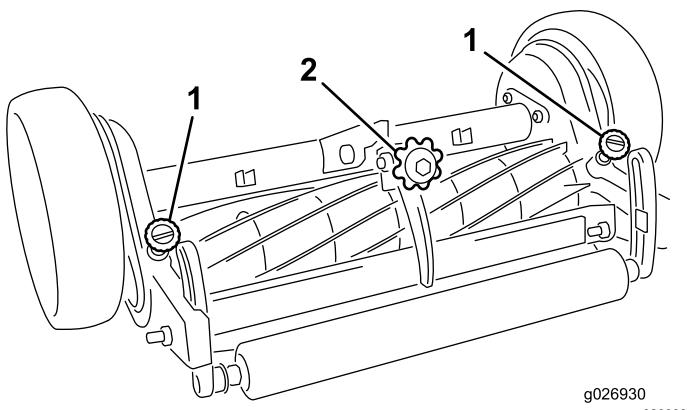

Figura 4
2. Disinserite le manopole di disinnesco del cilindro (Figura 4) Imprimate un leggero movimento di rotazione all'indietro al cilindro per accertarvi che si muova liberamente.
3. Mentre fate girare il cilindro all'indietro, ruotate la manopola di regolazione della controlama in senso antiorario (Figura 4) sinché la controlama non entra a contatto con le lame del cilindro.
4. Mentre fate girare il cilindro all'indietro, ruotate la manopola di regolazione in senso orario (Figura 4), uno scatto alla volta, sinché non notate che la controlama e il cilindro sono entrati leggermente a contatto oppure udite un suono di taglio smorzato.
6. All'inizio del giorno di esecuzione del taglio, quando i cilindri sono freddi, inserite le manopole di disinnesco del cilindro (Figura 4). Fate funzionare gli apparati di taglio per 15-20 minuti in modo che la controlama e il cilindro raggiungano la normale temperatura di esercizio, quindi fermateli. Successivamente disinserite le manopole di disinnesco del cilindro e fate ruotare il cilindro all'indietro. Se viene prodotto un suono smorzato, non a scatto, la regolazione è corretta. Se non viene emesso alcun suono smorzato, la controlama e il cilindro devono essere nuovamente regolati; fate riferimento ai passaggi 3-5. Quando invece i cilindri sono caldi per l'uso, attenetevi ai passaggi 1-5 per mantenere in leggero contatto la controlama e il cilindro.